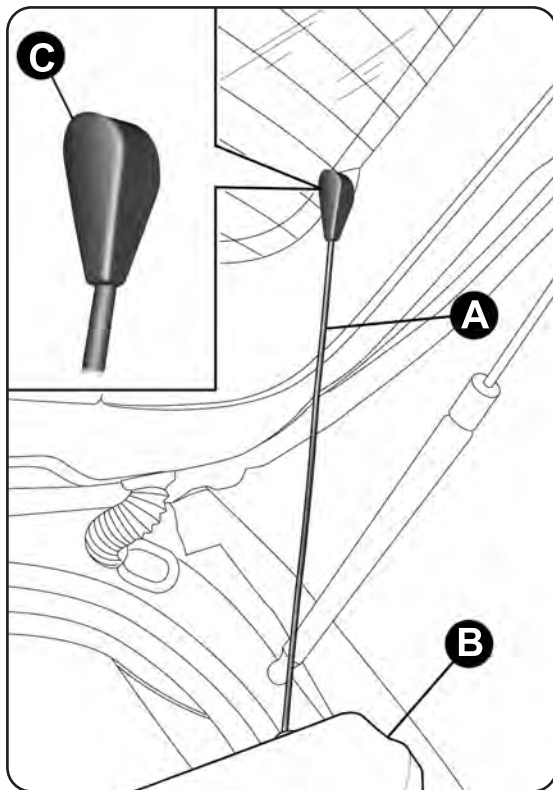

fig. 72
- libera le estremità dei due tiranti A-fig. 72 di sostegno della cappelliera B sfilando gli occhelli C dai perni di sostegno;